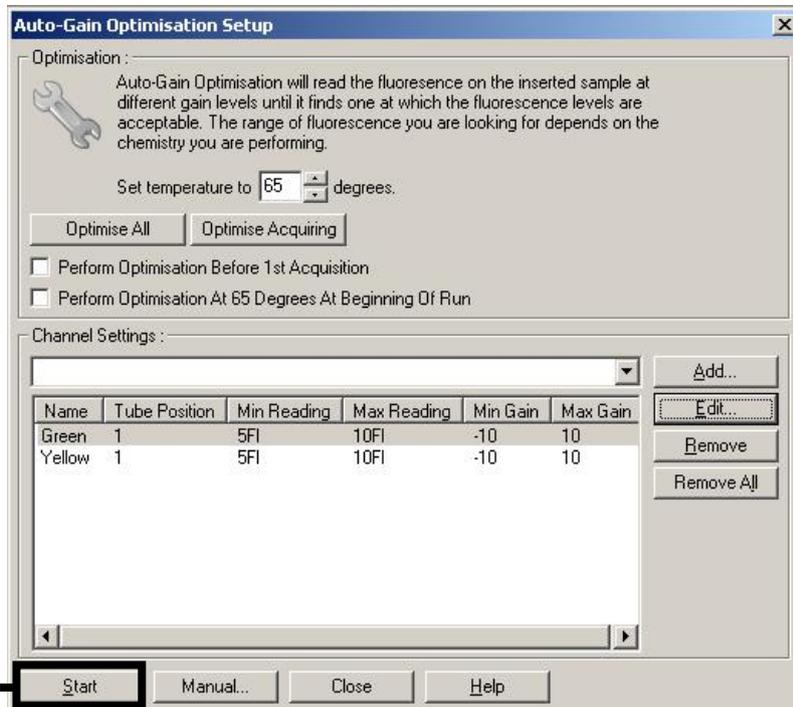

Figura 3. Inicio de la optimización de la ganancia.
- Haga clic en **Start** (Inicio) para iniciar la optimización de ganancia del primer ensayo *artus* (figura 3).